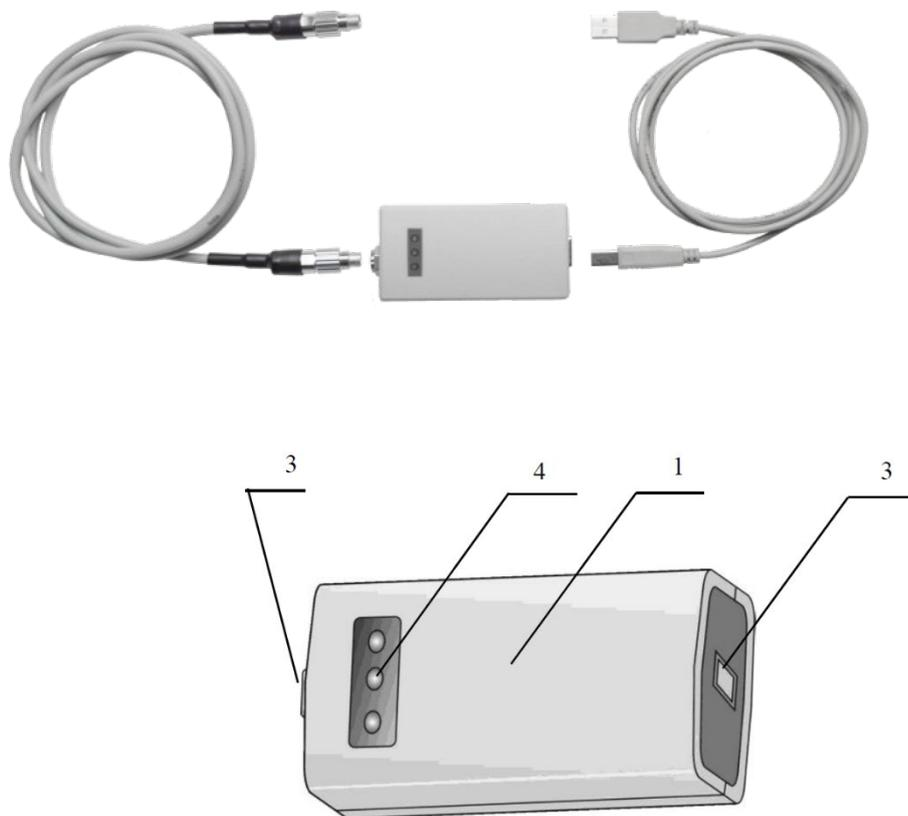

図 2-4
USB 変換器(図 2-4)は、検出器とパソコンをつなぐケーブルです。
13. 検出器ケーブルに USB 変換器(図 2-4)を接続してください。